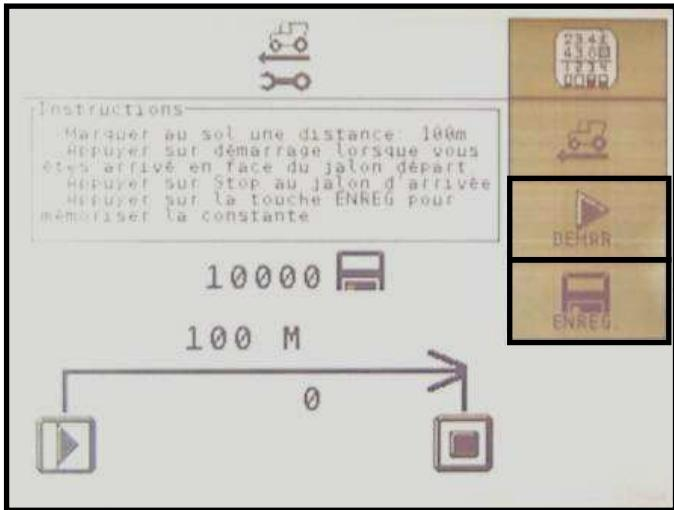

Fig. 1
Tornare alla pagina 2/3 (Fig.1) e poi premere sul tasto
- 3 - Arriver devant le premier jalon et sans s'arrêter, appuyer sur la touche (Fig.1) **Démarrage étalonnage**.
- 6 - Enregistrer le résultat obtenu à l'aide de la touche (Fig.1), pour cela il est préférable de faire plusieurs essais. Cette valeur doit être relativement proche de la valeur indiquée par défaut (10000).